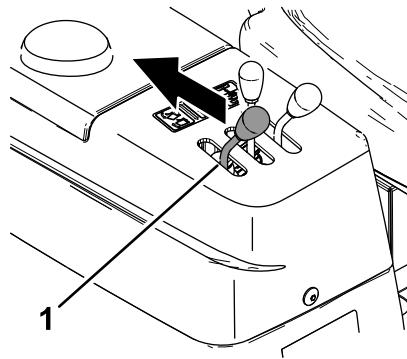

Figura 49
- Peça a outra pessoa que puxe para trás e segure a alavanca de descarga da tremonha (Figura 49).